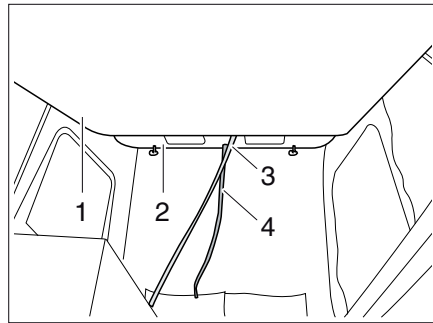

Fig. 135 Lit dans le toit relevable
- Pousser le toit relevable (Fig. 135,2) vers le haut à l'aide des poignées avec les deux mains.
- Tirer le matelas (Fig. 135,1) vers le bas à l'aide de la poignée de traction (Fig. 135,3) jusqu'à ce qu'il se verrouille de manière audible.
- Pousser le matelas (Fig. 135,1) vers le haut.
- Tirer le toit relevable vers le bas à l'aide de la poignée de traction (Fig. 135,4).